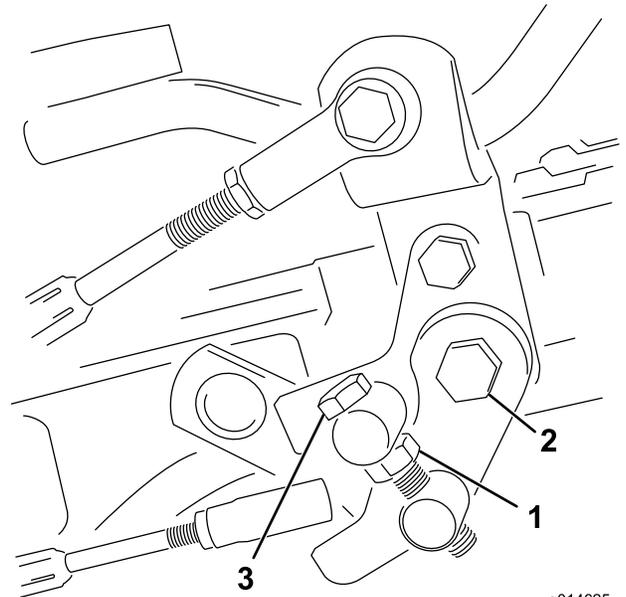

图55
1. 松开枢轴螺栓上的锁紧螺母（图55）。
4. 上紧枢轴螺栓上的锁紧螺母和踏板枢轴上的螺母，锁定调整（图55）。检查调整情况，并按需要调整。